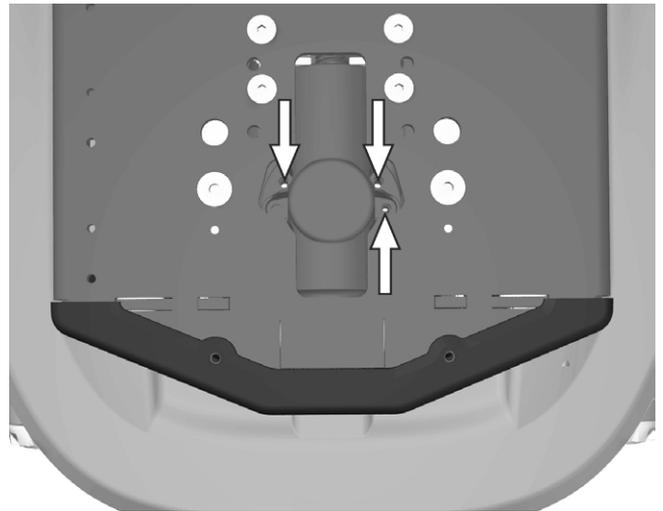

Abbildung 66. Der Sitzkantelungsmotor ist mit drei Schrauben befestigt.
2. Sitzkantelungsmotor wieder montieren. Er ist mit drei Schrauben befestigt. Siehe Abbildung. 66.